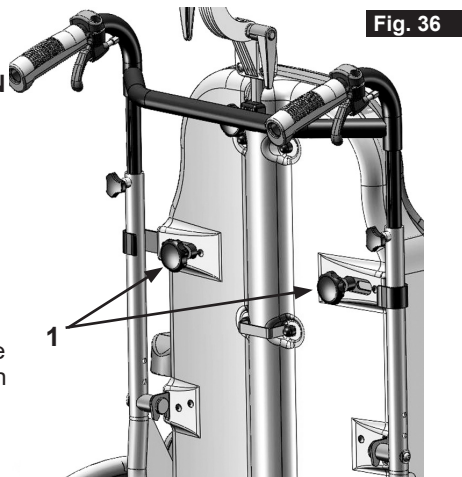

Fig. 36
Door de stervormige knoppen (1) los te draaien, kunt u de duwhandvatten op een hoogte plaatsen die voor u prettig is. Controleer altijd na aanpassing van de hoogte van de duwhandvatten of de stervormige knoppen (1) goed zijn aangedraaid, (Fig. 36).